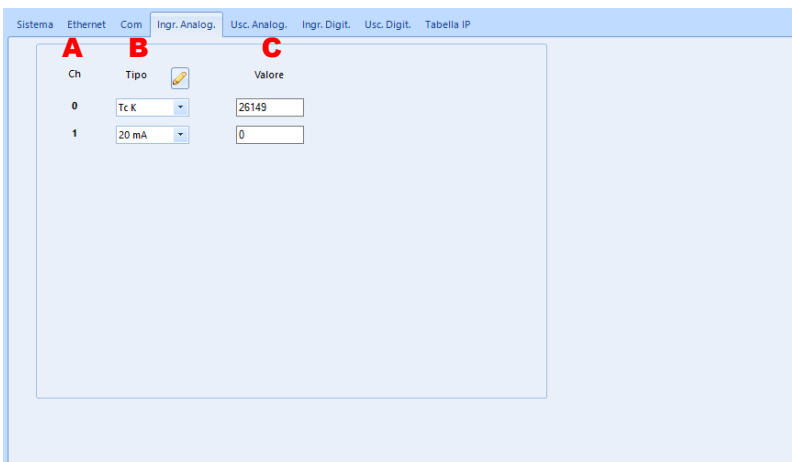

Fig. 6.20
- il numero identificativo del canale (**Fig.6.20-A**)
- la tipologia di ingresso per il canale/i e il relativo pulsante con la matita per impostare quello selezionato (**Fig.6.20-B**)
- il valore misurato del canale di ingresso (**Fig.6.20-C**)